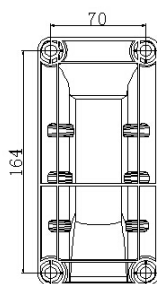

Figura 2
3. Tome el soporte de montaje como plantilla para marcar la posición de los tornillos y perforo cuatro orificios en la pared (Figura 2)